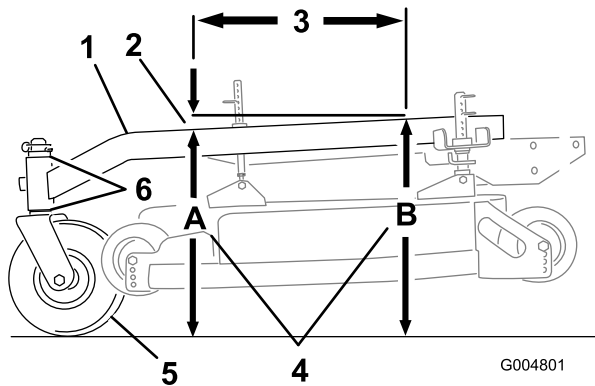

Figura 63
El bastidor de tiro debe tener una inclinación longitudinal de entre 3 mm (1/8 pulg.) y 9 mm (3/8 pulg.) a lo largo de 61 cm (24 pulg.) (Figura 63).
- Mida 61 cm (24 pulg.) en el bastidor de tiro (Figura 63).
- Mida la altura del bastidor de tiro en la posición **A** (Figura 63).
- Mida la altura del bastidor de tiro en la posición **B** (Figura 63).
- La altura en la posición **A** debe ser de 6-10 mm (1/4-3/8 pulg) menor que la de la posición **B** (Figura 63).
- Si la inclinación del bastidor de tiro no es la correcta, mueva los espaciadores de las ruedas giratorias para obtener una inclinación de 6-10 mm (1/4-3/8 pulg) (Figura 63). Mueva espaciadores desde arriba o desde abajo para obtener la inclinación correcta.